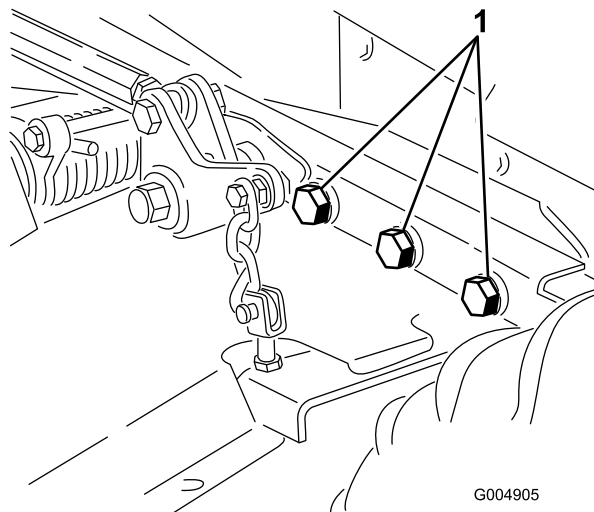

図 77
4. ボルトナット類にゆるみながいか点検し、必要な締め付けを行う。特に、刈り込みデッキをトラクションユニットに固定しているボルト（6本）については、確実にトルク締めする（359 Nm=36.6kg·m=265 ft-lb）（図 77）。